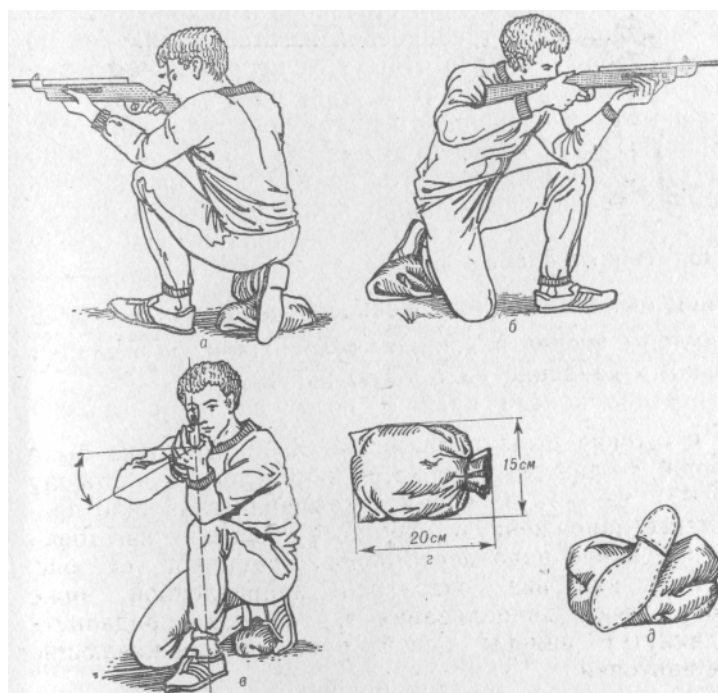

Рис. 44. Изготовка для стрельбы с колена
5. ИЗГОТОВКА ДЛЯ СТРЕЛЬБЫ С КОЛЕНА (рис. 44)